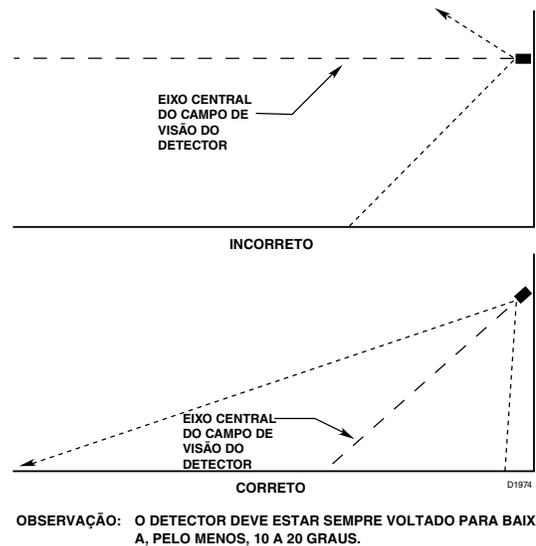

Figura 1 – Orientação do Detector em Relação ao Horizonte
- O detector deve estar voltado para baixo pelo menos 10 a 20 graus para permitir que as aberturas das lentes drenem. Ver Figura 1. **O detector deve estar posicionado de forma que o FOV não cubra áreas fora da área de risco.** Isto minimizará a possibilidade de falsos alarmes provocados por atividades fora da área que necessita de proteção.
(Ver Figura 1 para Orientação Correta do Detector)